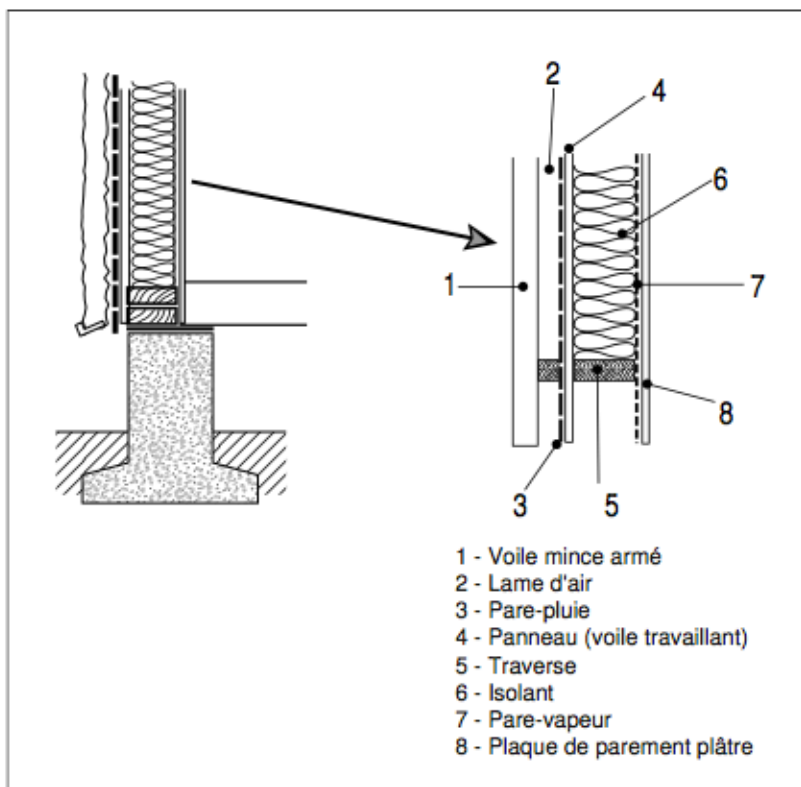

Figure 6.6 : Paroi extérieure à lame d'air ventilée.
- paroi à lame d'air ventilée (fig6.6) : avec une ventilation intérieure du mur comportant une lame d'air d'épaisseur supérieure ou égale à 10 mm contre la paroi extérieure et une possibilité d'évacuation de l'eau pouvant résulter de la condensation ;